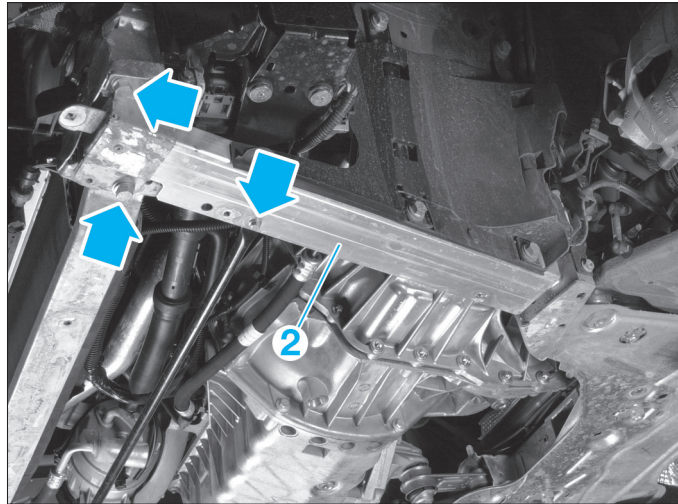

FIG. 9
- Déposer le longeron en aluminium (2) (fig. 9).